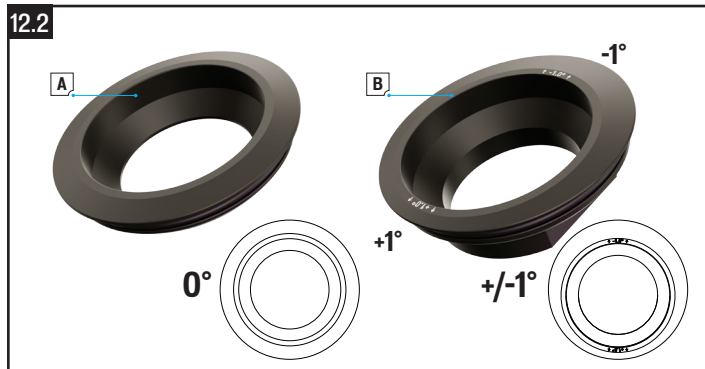

Fig. 12.2
- Afloja los tornillos de la potencia que unen esta al tubo de dirección de la horquilla (A).
- Afloja y retira el tornillo de la tapa superior (B).
- Retira la potencia (C) del tubo de dirección de la horquilla (D) y extrae la horquilla del cuadro (E).
- Elige la cazoleta de dirección y la posición (fig. 12.2) para la geometría deseada del usuario.